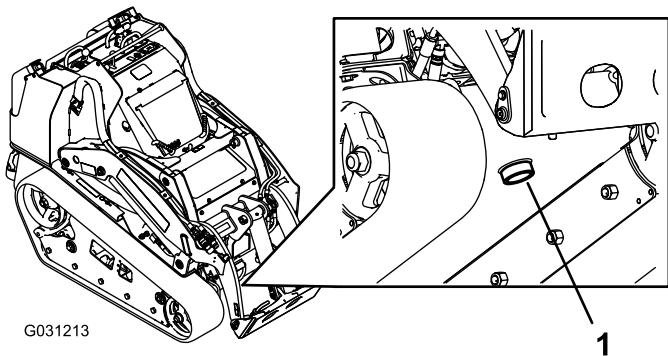

Bild 58
5. Stellen Sie eine große Auffangwanne (Fassungsvermögen von 57 l) unter die Ablassschraube vorne an der Zugmaschine (Bild 58).
6. Entfernen Sie die Ablassschraube und lassen das Öl in die Auffangwanne abfließen (Bild 58).